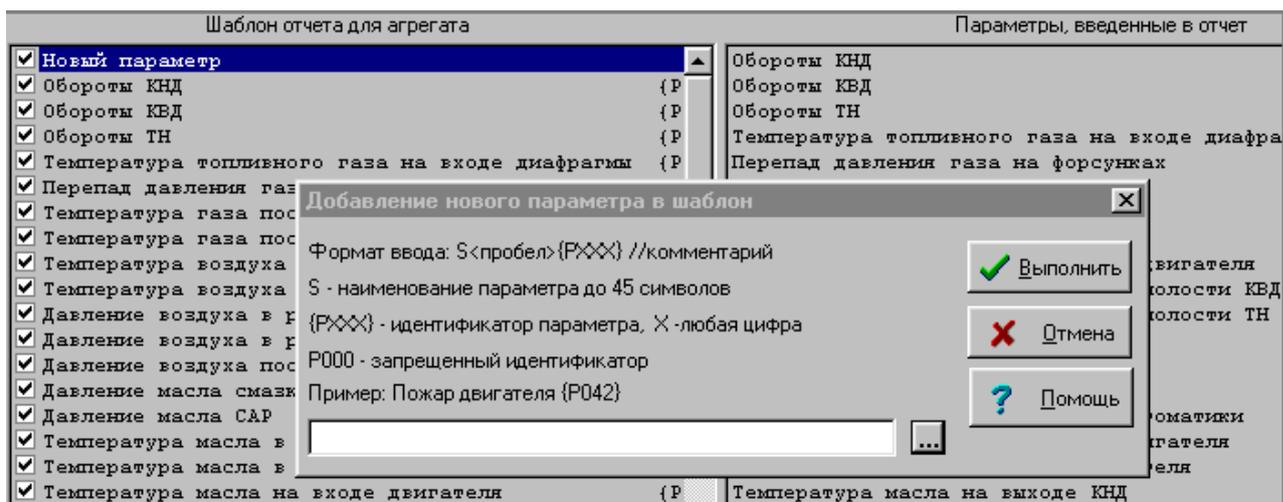
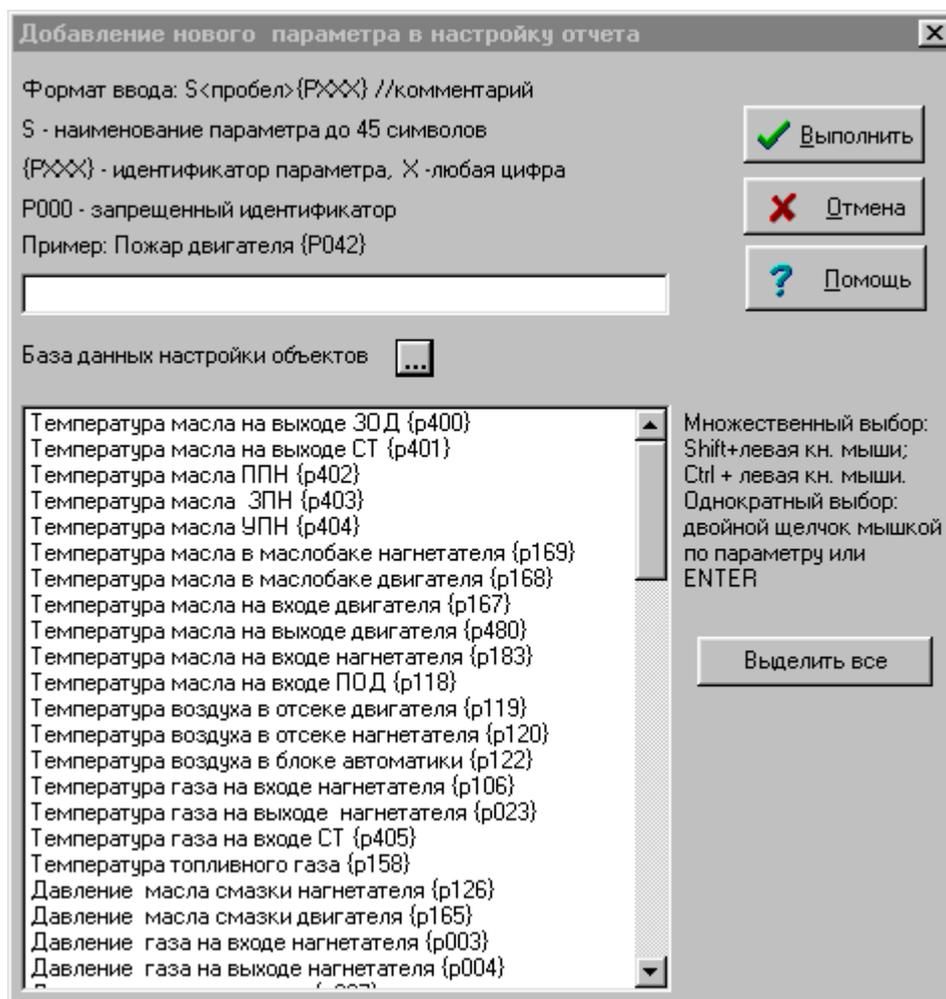

Рисунок 51 - Форма добавления параметра в шаблон
Рисунок 52 - Форма справочника параметров (база данных настройки объектов)
- если требуемый параметр отсутствует в шаблоне, его можно добавить в список, установив знак “√” в строке “Новый параметр”. При этом активизируется форма, рисунок 51;
- в открывшемся окне редактирования наберите наименование требуемого параметра в формате, приведенном на форме, рисунок 51 или выберите данный параметр из справочника параметров, сформированный из параметров базы данных настройки объектов, рисунок 52. Справочник активизируется нажатием  на кнопку расположенную справа от окна ввода данных. Идентификатор параметра, если его нет в справочнике, допускается назначать администратору системы, с единственным условием: он должен быть уникальным и не дублировать уже назначенный. Идентификатор “P000” не допускается, т.к. компьютер верхнего уровня такие сигналы не анализирует.